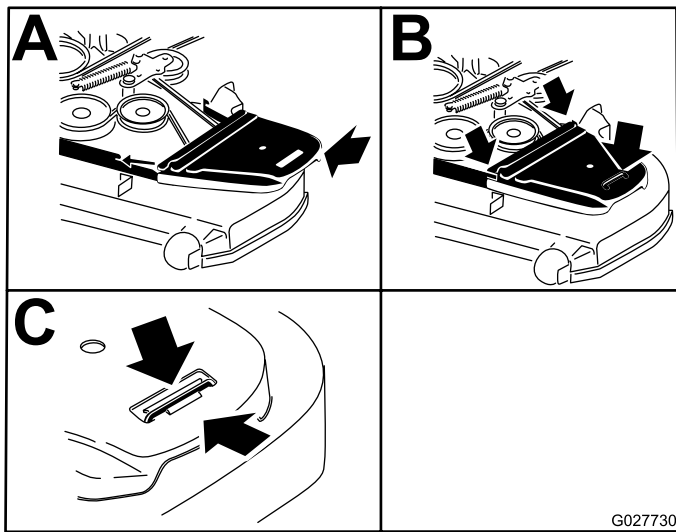

Figure 84
12. Posez les couvercles de courroie (Figure 84).